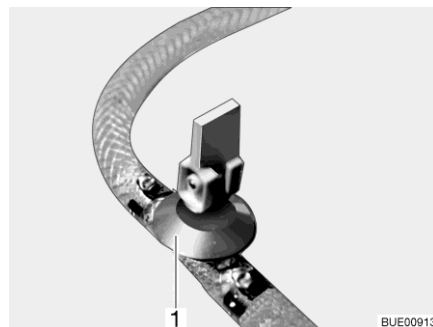

Bild 131 Ablasshahn
- Ablasshahn/Ablasshähne schließen. Dazu den Kipphebel (Bild 131,1) waagrecht stellen.
- Ablasshahn/Ablasshähne (Bild 131) öffnen. Dazu den Kipphebel (Bild 131,1) senkrecht stellen. Der Boiler wird nach außen entleert.